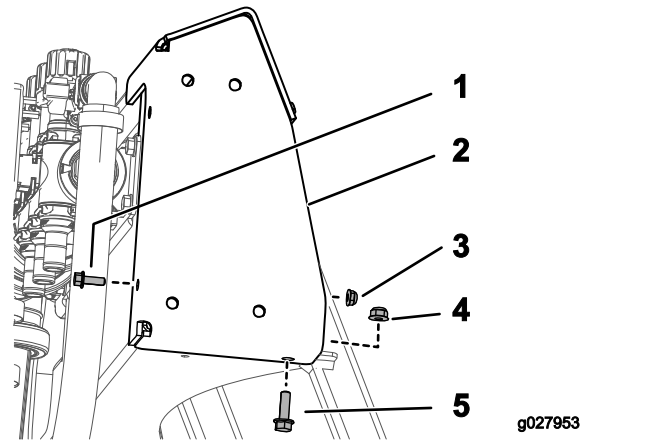

图 9
- 如图 9 中所示使用 1 个螺栓 ¼ 英寸 - 20 x ¾ 英寸、1 个螺母 ¼ 英寸 - 20 英寸、1 个锁紧螺栓 5/16 英寸 - 18 x 1 英寸和 1 个凸缘螺母 5/16 英寸 - 18 英寸安装上支架。